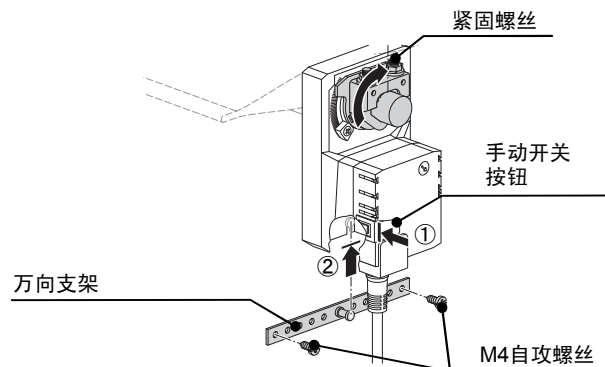

图5 万向支架的安装
(3) 一边按压手动开关按钮，一边手动操作风阀执行器 [在紧固螺丝到达垂直位置(参照图5)之前]。然后，将万向支架插入到风阀执行器内，用M4自攻螺丝将其固定在风阀上。